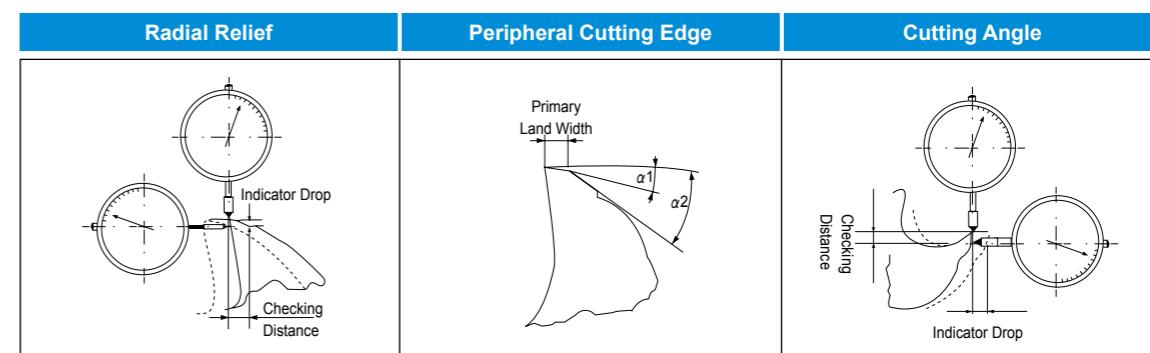

Fig. 6. Indicator Set-Up for Checking
- Adjust the sharp pointed indicator to bear at the very tip of the cutting edge, pointing in a radial line, shown in Fig.6
- Indikator so justieren, daß der Stab, in radiale Richtung zeigend, am äußersten Rand der Schneidkante angelegt ist (Bild 6).